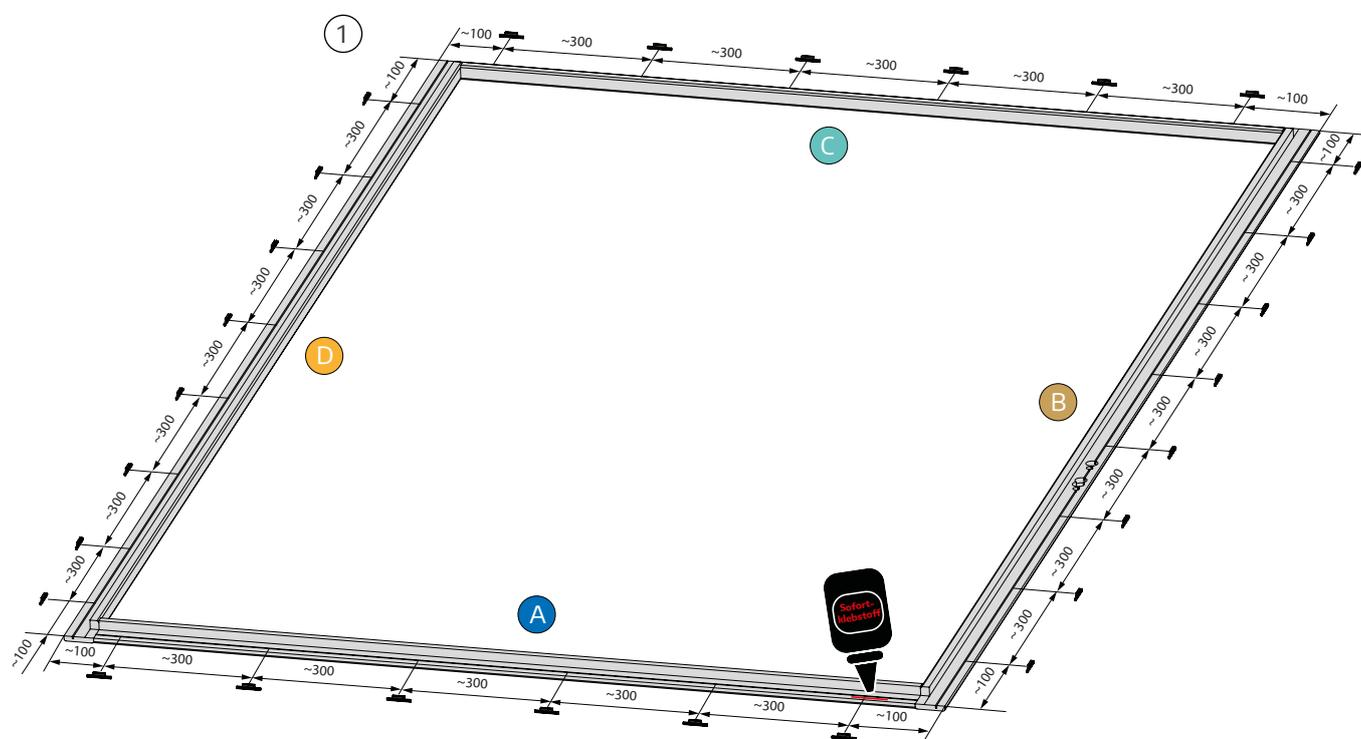

Fig. 1
- ② Fixez les clips de fixation dans le cadre en bois avec de la super colle (voir les fig. 1 et fig. 2).